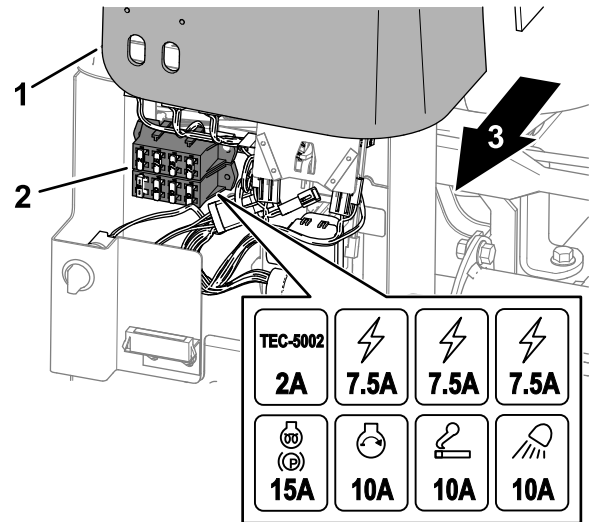

Bild 70
1. Heben Sie die Abdeckung vom Steuerarm ab (Bild 70).
2. Suchen Sie die durchgebrannte Sicherung im Sicherungshalter oder Sicherungsblock (Bild 70).
4. Montieren Sie die Abdeckung auf den Steuerarm (Bild 70).